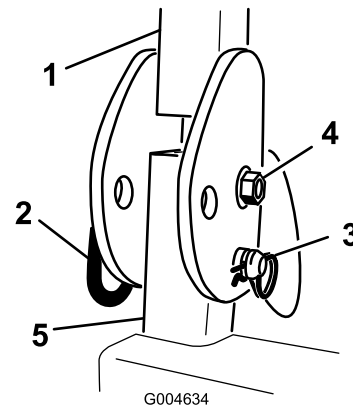

Figura 58
- Retire el perno, la tuerca, la claveta y el pasador que sujetan cada conjunto del ROPS a los postes del ROPS (Figura 58). Retire el conjunto del ROPS.